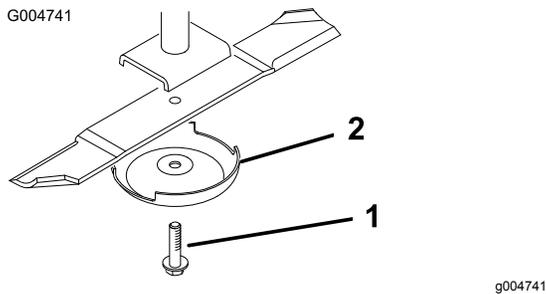

Figure 78
5. Enlevez le boulon, la coupelle de protection et la lame de l'axe de pivot (**Figure 78**).